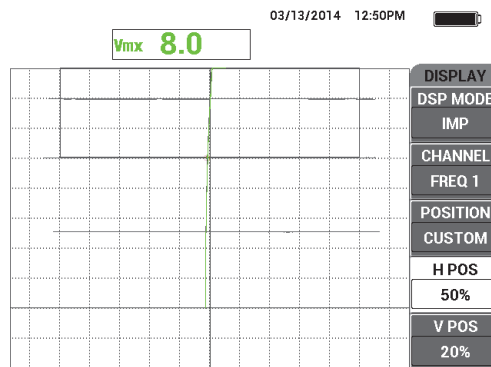

Figura 5-89 Deflexão de sinal vertical para avaliar a espessura desconhecida
11. Pressione e segure a tecla REF SAVE (  ) e, em seguida, pressione a tecla ERASE (  ) para limpar os sinais ativos (veja Figura 5-89 na página 194).